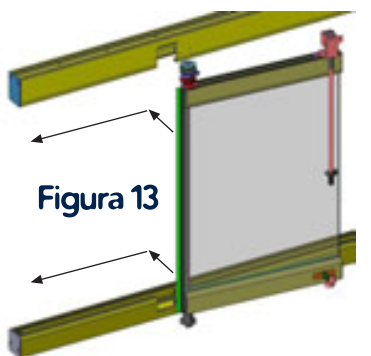

Figura 13
- Introducir la 1ª Hoja a través de las 2 ventanas de salida de los perfiles "Marco Superior e Inferior" en dirección al extremo/punto de apertura, por el extremo que lleva montada la bisagra con rodamientos, en posición lo más paralela posible a los marcos (figura 13).